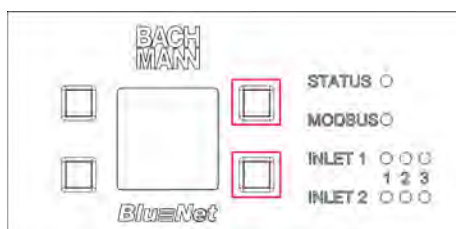

Fig. 83 : Écran avec boutons de commande
1. ➔ Appuyer sur les deux boutons situés à droite à côté de l'écran et les maintenir enfoncés (Fig. 83 /indiqués en rouge).
4. ➔ Relâcher les deux boutons à droite à côté de l'écran (Fig. 83 /indiqués en rouge).